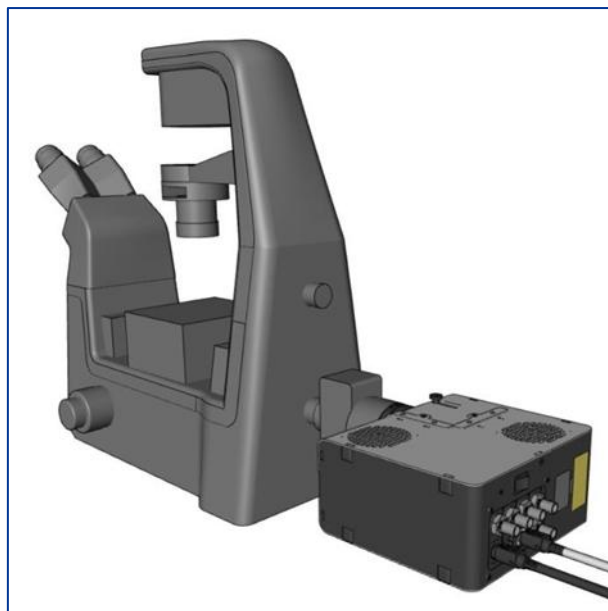

図 11 : 図 11 - 顕微鏡に水平に取り付けられた pE-400^{max}
- 光源は、通気孔が妨げられなければ、顕微鏡に合わせて水平または垂直に配置することができます（図 11）。